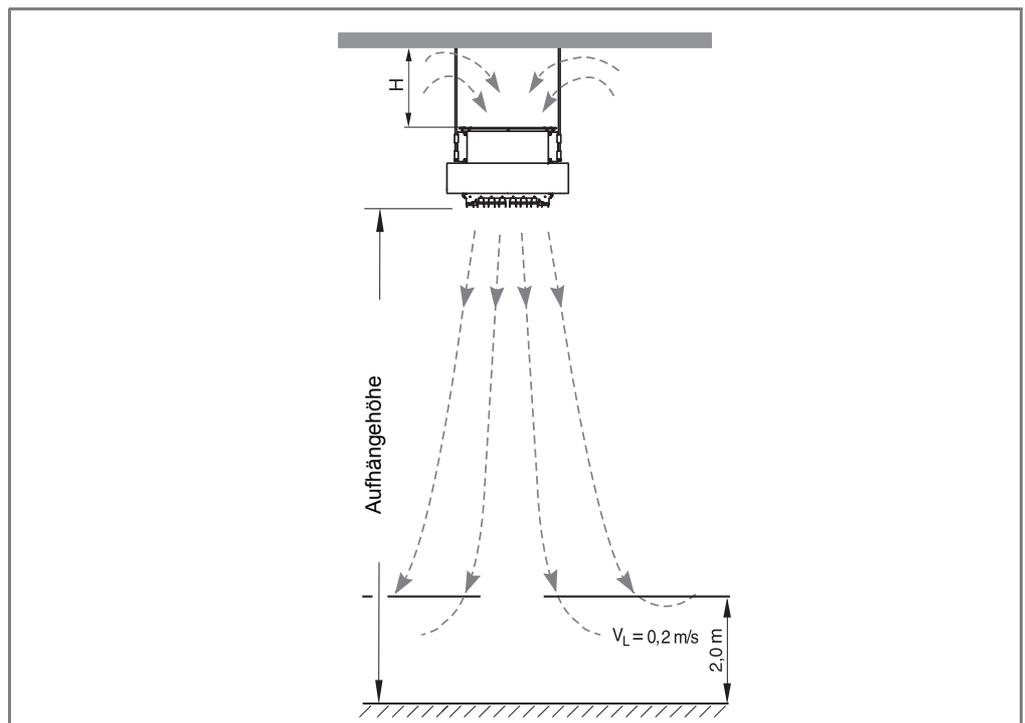
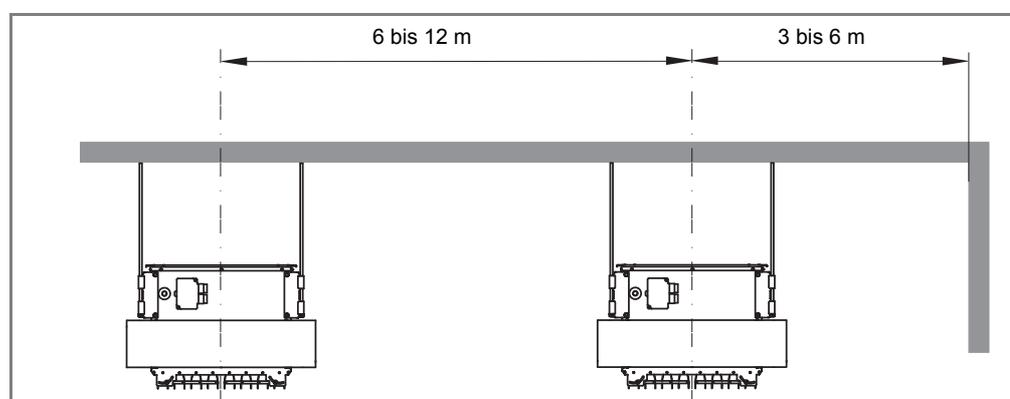

Abb. 4-1: Aufhängehöhe für Deckenmontage
Abb. 4-2: Geräteabstand bei Deckenmontage
Einzuplanen sind: Aufhängehöhe, Geräteabstand (siehe Abb. 4-2), und Mindestdeckenabstand (siehe Abb. 4-1).
Wir empfehlen die Aufhängehöhe des Gerätes vom Boden bis zur unteren Kante des Luftauslasses so zu wählen (siehe Abb. 4-1), dass im Arbeitsbereich 2 m über dem Boden die Luftgeschwindigkeit 0,2 m/s beträgt.
**Mindestdeckenabstand H** (siehe Abb. 4-1)
**Geräteabstand bei Deckenmontage** (siehe Abb. 4-2)